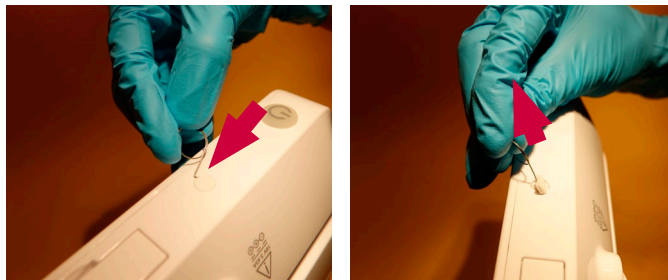

Bild 5 Ta bort skruvlocket
j) Ta bort de runda skruvlocken på båda sidor om skärmenheten (bild 5)